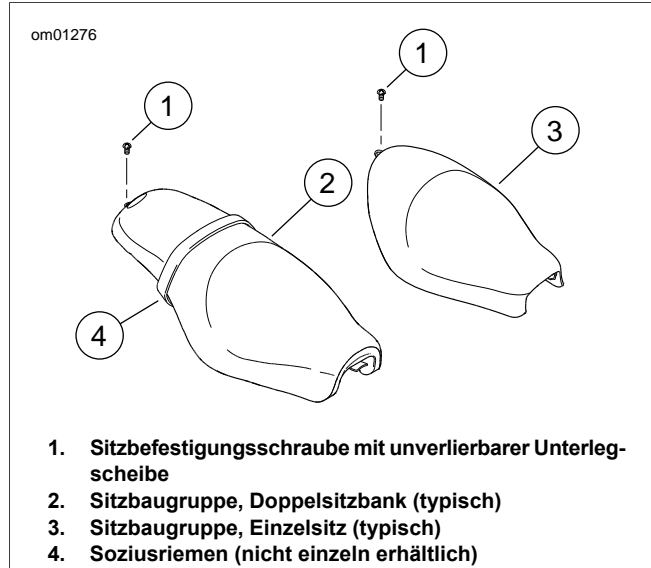

Abbildung 70. Baugruppe Sitz
4. Siehe Abbildung 70. Die Sitzbefestigungsschraube mit unverlierbarer Unterlegscheibe einbauen, um die Sitzbefestigungshalterung oben am Hinterradschutzblech zu befestigen.